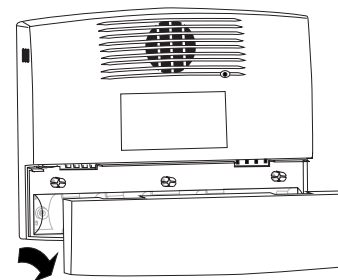
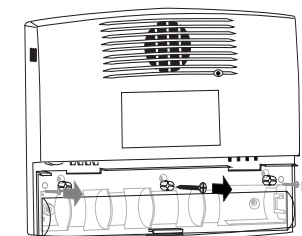

Figure 1
Figure 2
1. Déclipser la partie basse de la face avant (fig. 1) et ôter le cache de protection du compartiment à piles (1 vis d'autoprotection / fig. 2).